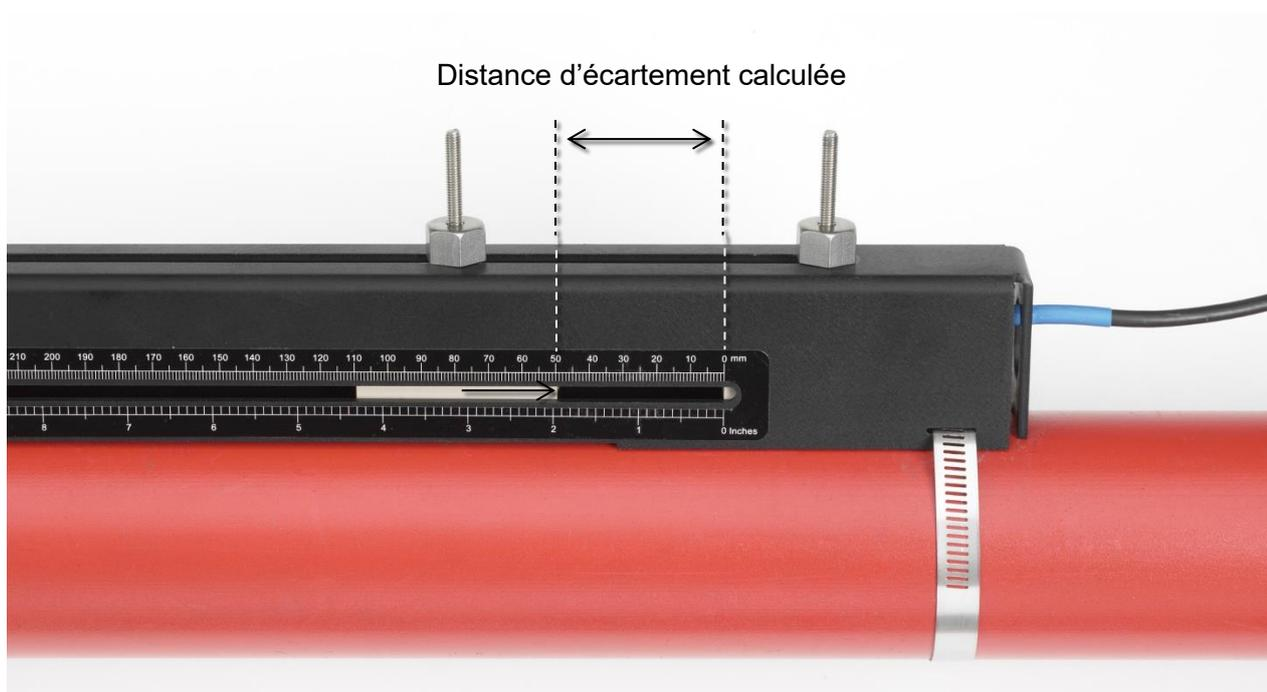

Figure 16 Régler la séparation entre les transducteurs
- Positionner le transducteur en amont de manière à ce que la face intérieure du transducteur soit réglée sur la distance de séparation requise sur la règle (voir la Figure 16).